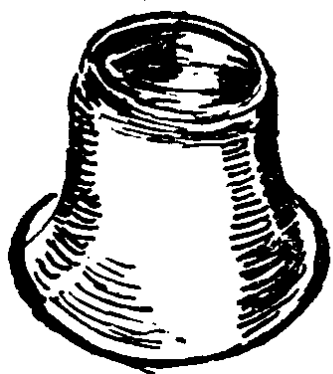

图2—1 放大镜
3.放大镜：作为观察表机内部活动情况、检查故障之用（图2—1）。使用时可在放大镜上装一个铁丝环，套在头上；也可不装铁丝环直接夹在眼皮上。